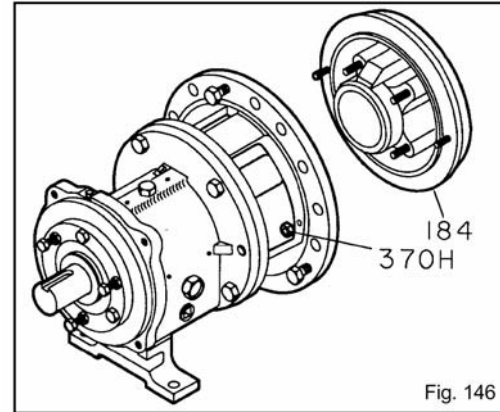

Fig. 146
1. Instale la tapa de la cámara del sello y la placa trasera (184) con las tuercas (370H) (Fig. 146).